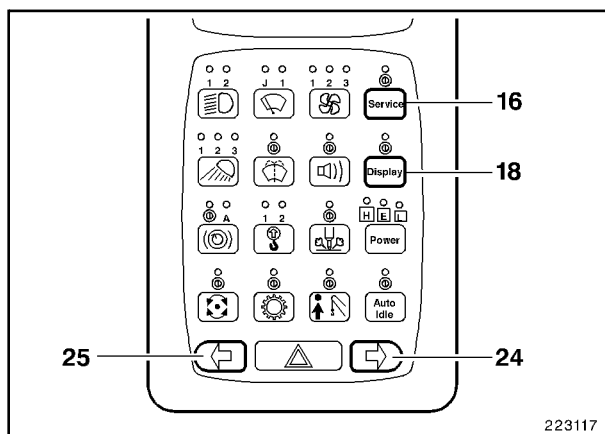

Fig. 5
- Pulsar la tecla (16, Fig. 5) hasta que se indique "SET" ; el LED I encima de la tecla se encenderá.
- Pulsar la tecla (18) hasta que se indique "CONTRAST", el LED I encima de la tecla se encenderá.